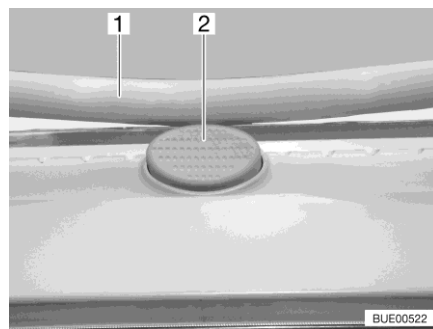

Fig. 115 Bouton de sécurité (lanterneau Heki)
- Appuyer sur le bouton de sécurité (Fig. 115,2) et tirer l'étrier (Fig. 115,1) vers le bas avec les deux mains.
- Pousser l'étrier vers le haut avec les deux mains jusqu'à ce que ce dernier se trouve au-dessus du bouton de sécurité (Fig. 115,2).